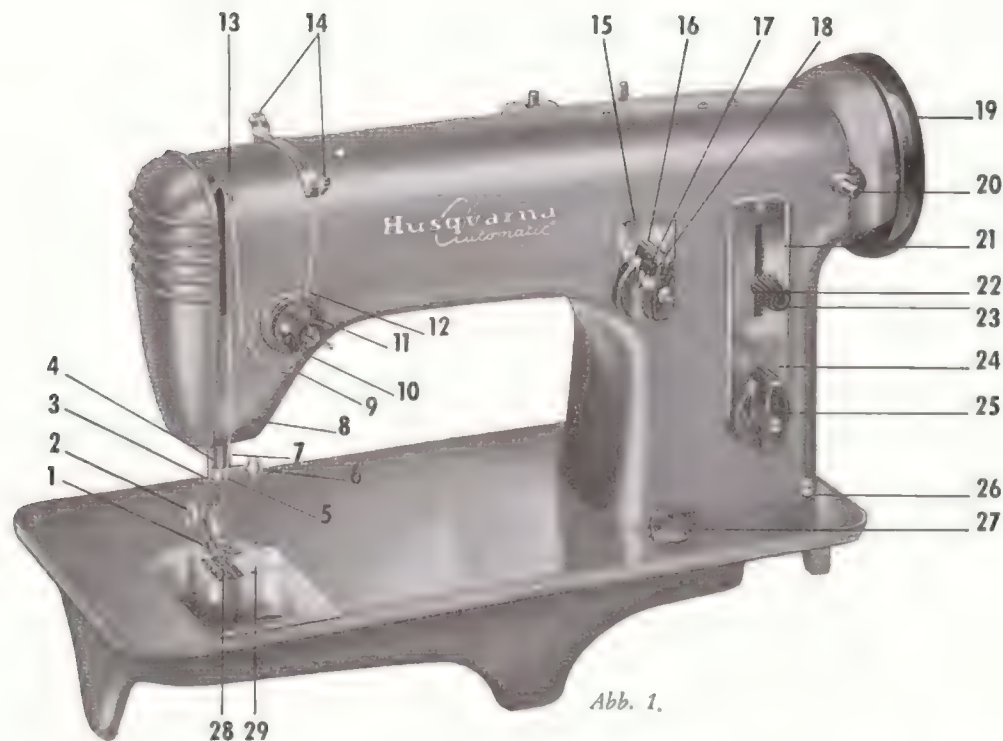

Abb. 1.
4. Die Fadenspannungsfeder (12 in Abb. 1) ist verbogen oder abgebrochen. Richten oder eine neue Feder einsetzen.